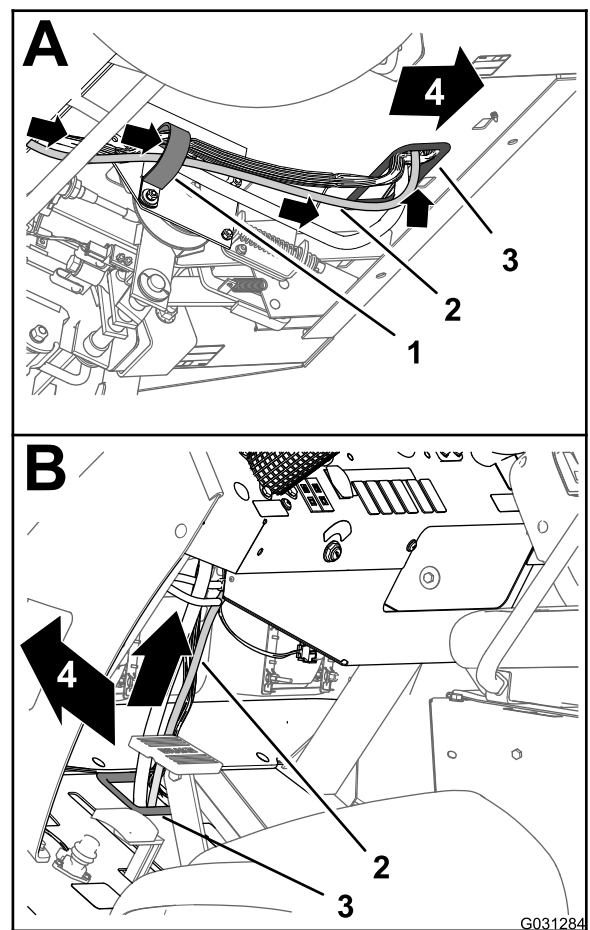

Bild 175
3. Verlegen Sie den 220-cm-Zweig des Datenkabelbaums nach vorne und durch die Scheibe, die das Loch in der Bodenplatte umgibt (Bild 175).
4. Verlegen Sie den 220-cm-Zweig des Datenkabelbaums nach oben und entlang des vorderen Kabelbaums der Maschine (Bild 175).